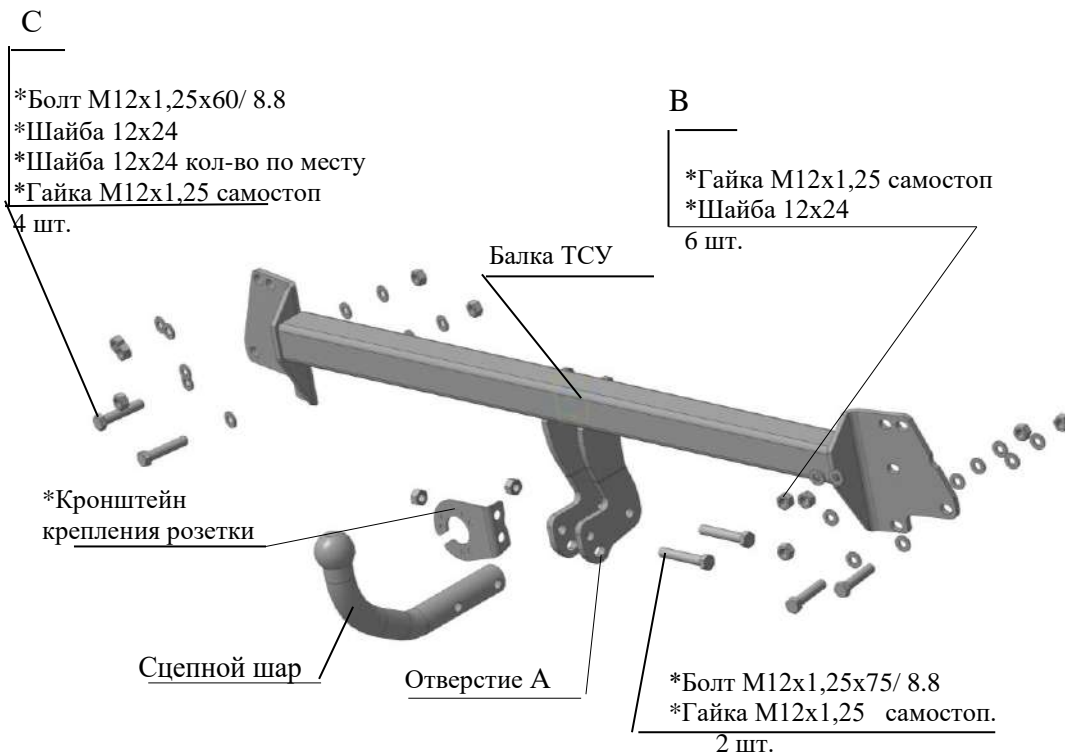

Рис.1 Тягово-сцепное устройство ТСУ 7880.
2.1 ТСУ 7880 в сборе (рис.1)	1 шт.
2.2 Пакет с комплектующими (см. рис.1)+защитный колпак	1 шт+1 шт.
- 4.5 Закрепить в т."В" соответственно рис.1. Крепеж не затягивать.
- 4.6 В точках "С" подложить между кронштейном и гайкой на корпусе автомобиля необходимое количество шайб, как показано на рис.1 и закрепить болтами М12х1,25х60.